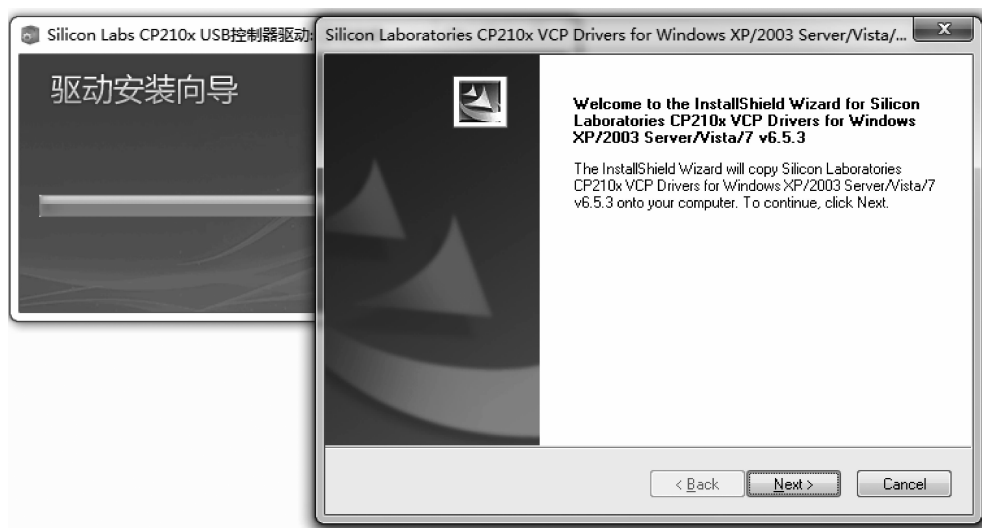

图 1.9 驱动安装界面 2
(2) 单击“安装”按钮, 之后会自动运行至如图 1.9 所示界面。